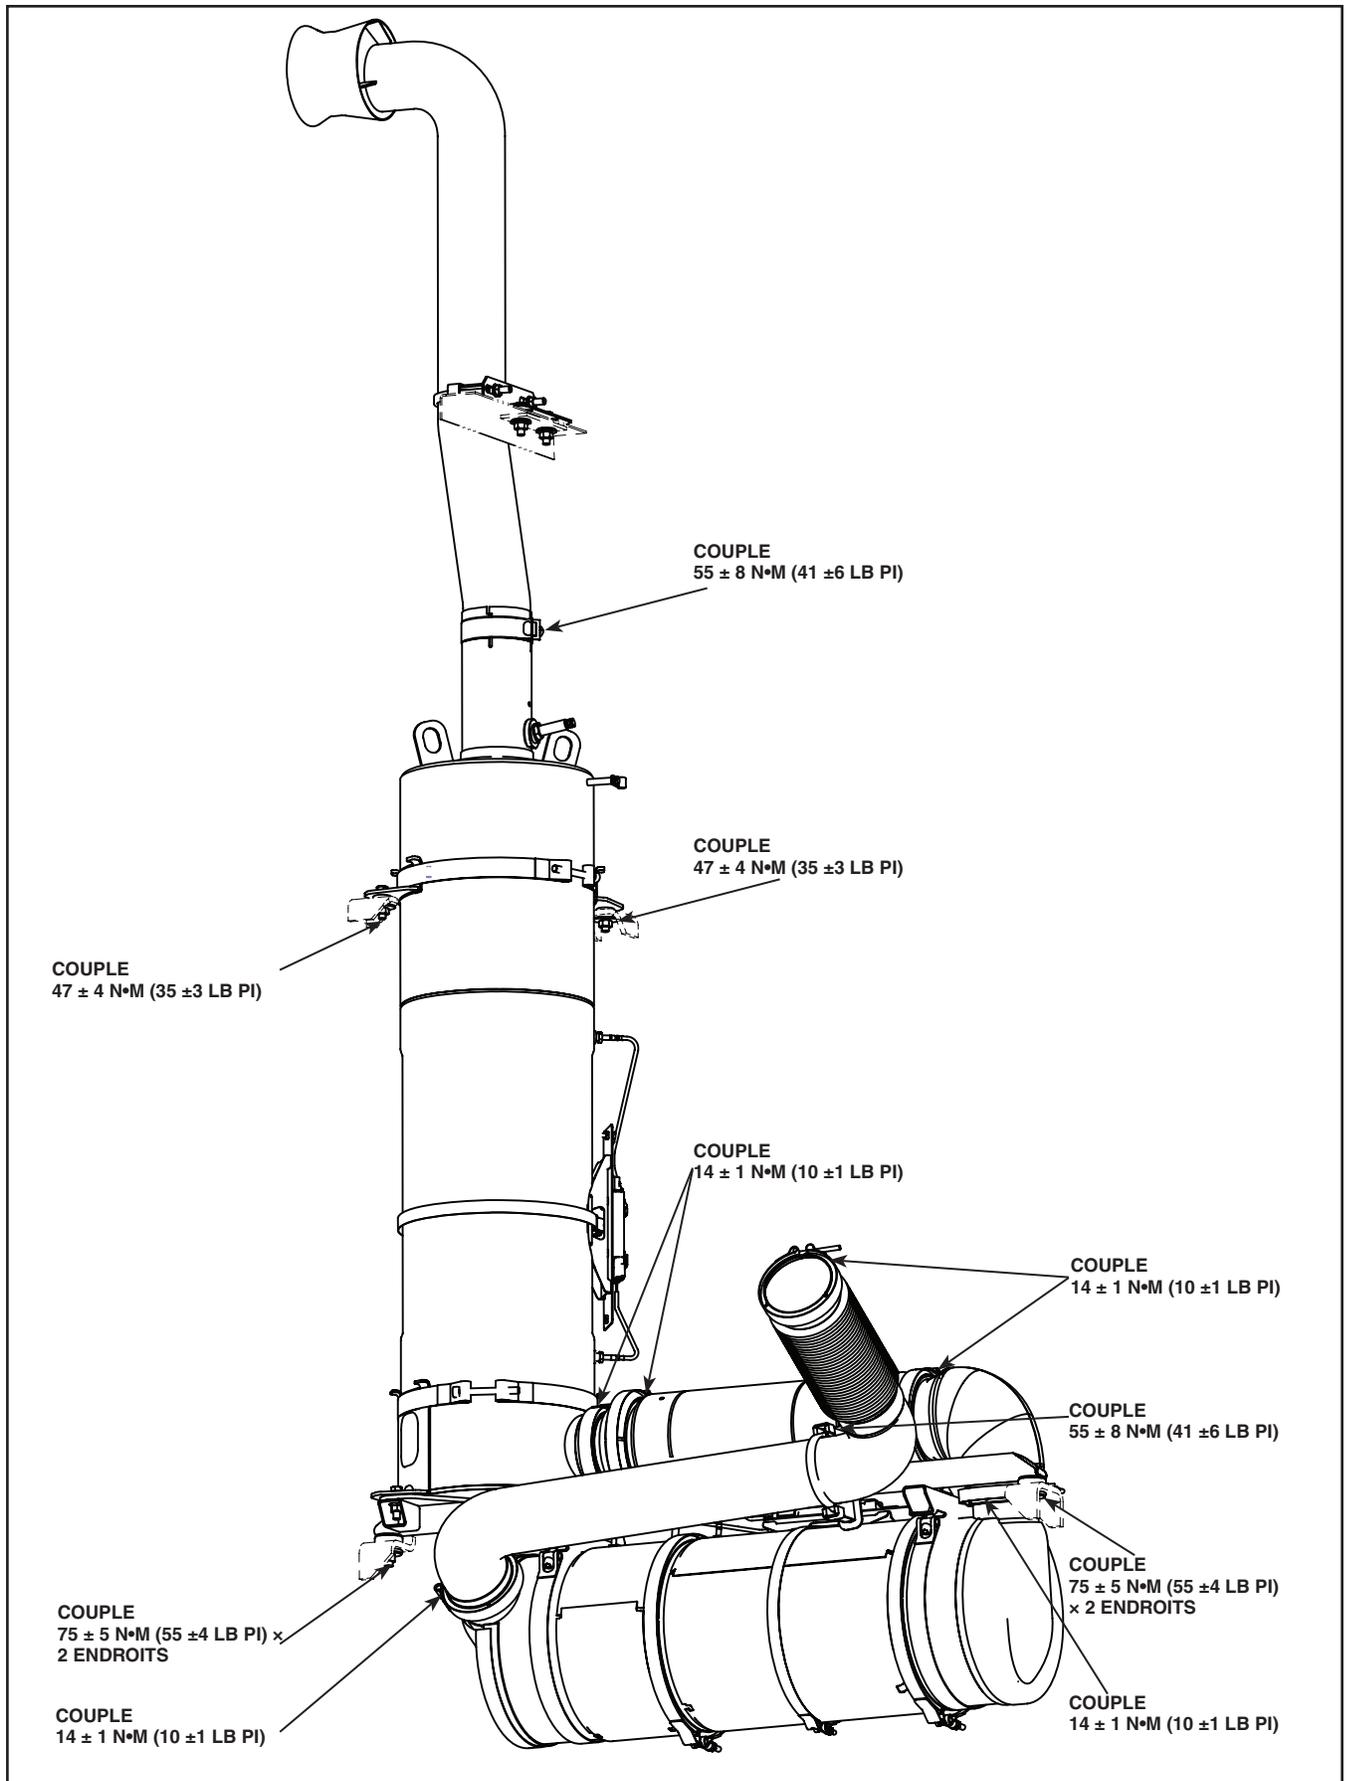
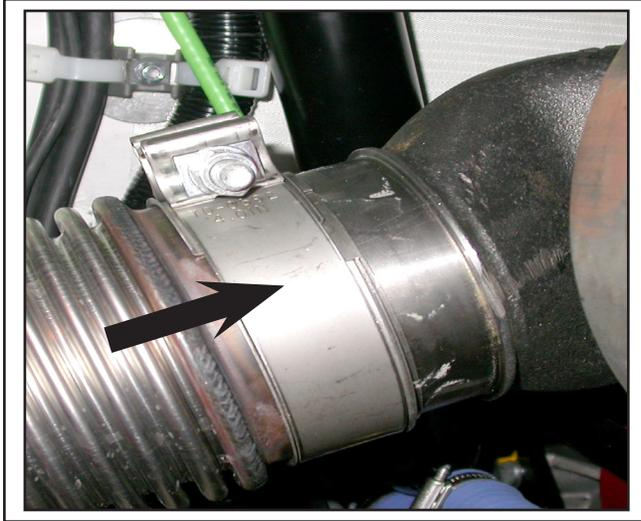
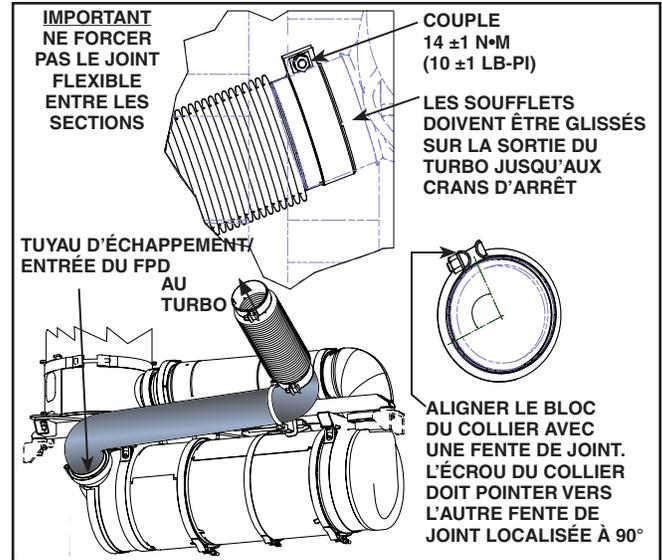

Figure 2 - Les valeurs des couples de serrage des points de fixation et des colliers
Figure 4 - Collier de serrage du TGV
Figure 5 - Connexion du tuyau entre le TGV et le FPD
Voir Figure 2, Figure 4 et Figure 5.
1. Attacher la première section du tuyau au TGV avec le collier de serrage. Voir Figure 4.
2. Attacher l'autre section du tuyau au système d'échappement. Prendre garde de ne pas étirer le joint flexible entre les deux sections de tuyau. L'entrée de l'échappement devra probablement être placée à l'intérieur de ce tuyau pour raccorder adéquatement le tuyau. Voir Figure 5.